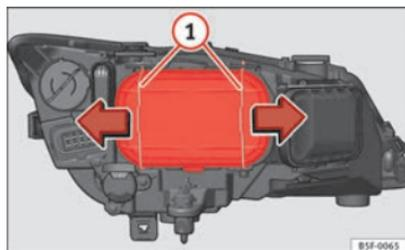

Fig. 139 Luz de cruce
- Desplace los tirantes ⇒ fig. 139 ① en el sentido de la flecha y saque la tapa.